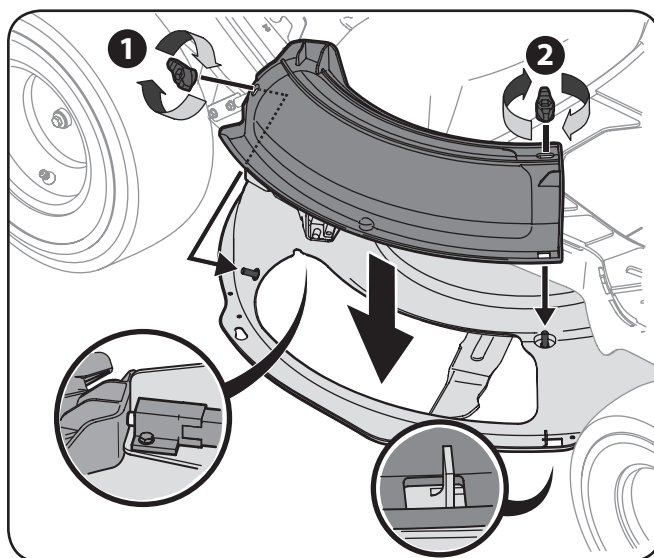

Figura 3-9
2. Coloque el adaptador para abono en la abertura de descarga de la plataforma. Los pernos prisioneros de la superficie de la plataforma calzarán a través de los orificios de la parte superior del adaptador para abono. La pequeña lengüeta del borde de la plataforma calzará a través del recorte cuadrado de la parte inferior del adaptador para abono. Vea la Figura 3-9.